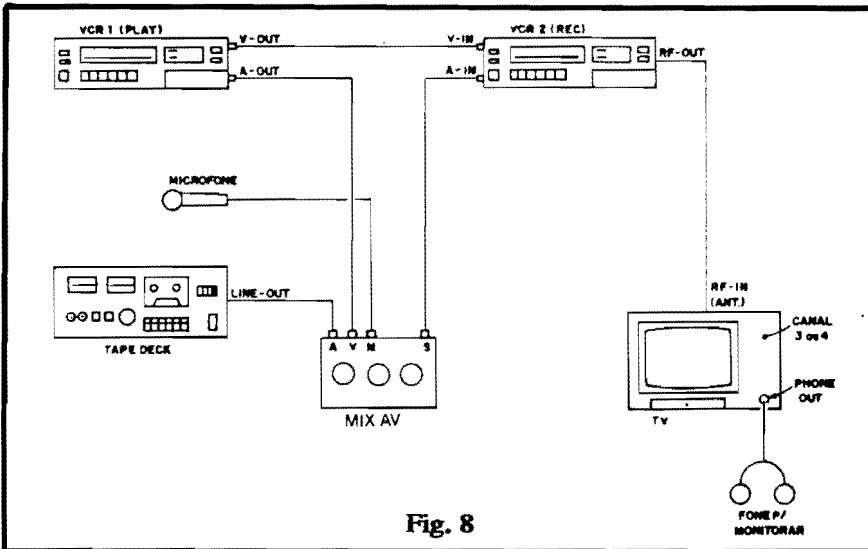

Fig. 8
- FIG. 8 - Alterando a trilha sonora original de uma fita de vídeo, com a superposição de narração (via microfone) e de música de fundo
toração de vídeo) e fone de ouvido (para monitoração de áudio). **PROCEDIMENTO**: Os diversos blocos devem ser interligados, com as cabagens próprias, conforme mostra o diagrama. Consultar com atenção os manuais da **camcorder**, do VCR, do **tape deck** e do TV, na elucidação dos tipos de cabos a serem usados (mais conselhos e detalhes, à frente, no presente ESPECIAL), bem como para a correta identificação de jakes e conetores em cada módulo do arranjo. As modernas **camcorders** (filmadoras de vídeo que incluem o processo de gravação, tendo um compartimento para inserção da própria fita de vídeo) possuem controles e funções que lhes permite funcionar exatamente como em VCR (videocassete) comum (gravar, reproduzir, etc., através de um "teclado" idêntico ao encontrado nos VCRs...). Assim, o procedimento geral é idêntico ao relacionado para a fig. 8, af atrás, apenas considerando, toda vez que mencionamos "VCR 1", a **camcorder** na função **play**, reproduzindo a fita "master" cuja cópia queremos "tirar", com alterações na trilha sonora! Existe, porém, uma vantagem "extra" para o uso da **camcorder** na função de "VCR 1"... Ela pode incluir, **na hora** da edição, cenas "ao vivo" (colocando o seu seletor de função na posição "camara", em lugar da posição "VCR", usada na edição simples...), sendo que o som original, captado também "ao vivo" nesse momento, **pode** ou **não** ser aproveitado ou mixado através da atuação do MIX-AV, exatamente como exemplificado no item anterior (fig. 8)! As possibilidades são fantásticas, para quem tiver um mínimo de atenção, organização e noção do que quer e das potencialidades do seu equipamento!